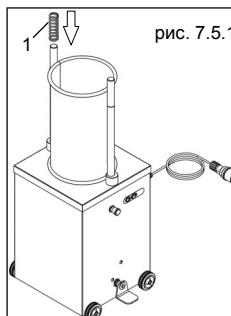

рис. 7.5.1
- установите цилиндр на место, стараясь не задеть уплотнение (рис. 7.5.1);